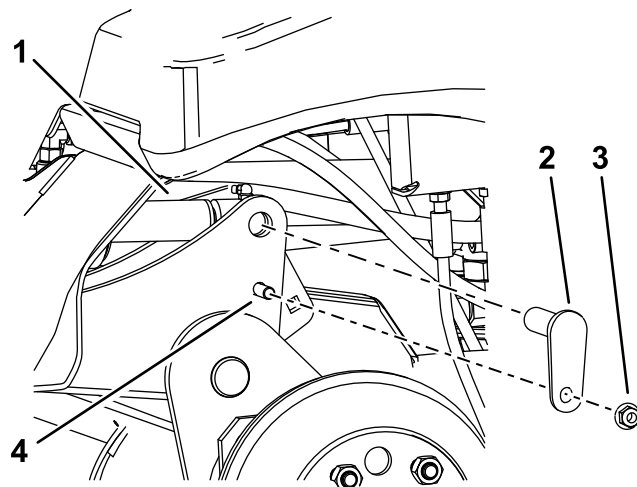

Figura 10
- C. Utilice un botador para alinear los orificios de las varillas de los cilindros con los orificios de los brazos de elevación (Figura 10).
- D. Utilice 2 pernos ($\frac{3}{8}$ " x $1\frac{1}{4}$ "), 2 tuercas ($\frac{3}{8}$ ") y 2 pasadores pequeños para sujetar los brazos de elevación a los cilindros (Figura 10).